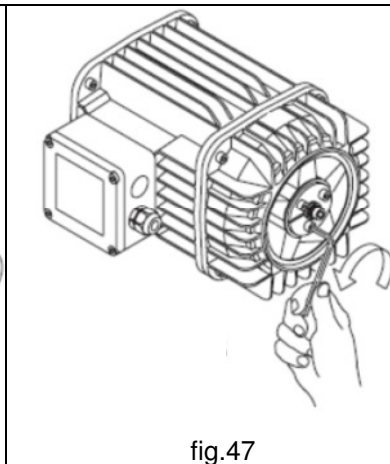

fig.47
4. Desenroscar por completo los tres tornillos del casquillo de bloque de la zapata de freno (fig. 47);